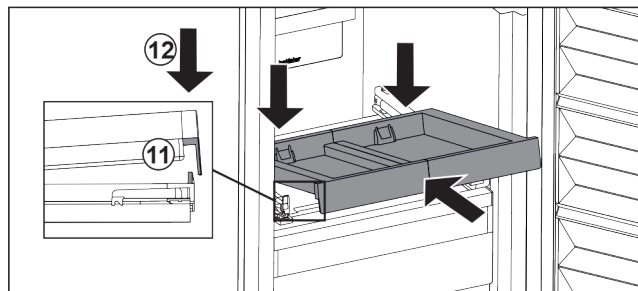

Fig. 29
- ▶ Zasuňte ju šikmo. Dbajte na to, aby sa na oboch stranách doraz nachádzal za sponou. Fig. 29 (11)
- ▶ Zložte vyťahovaciu poličku vpredu. Fig. 29 (12)